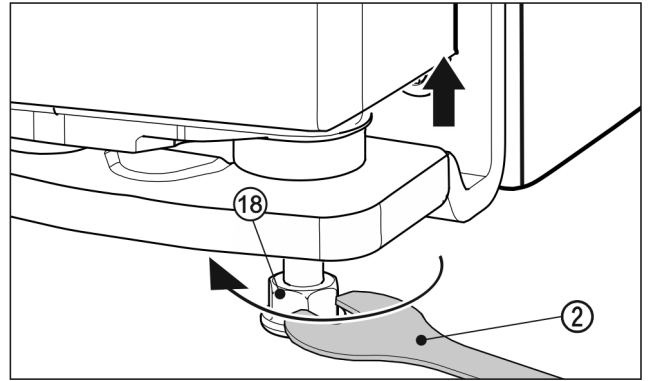

Fig. 23
- ▶ Zum Anheben der Tür den Stellfuß Fig. 23 (18) mit dem beiliegenden Gabelschlüssel Fig. 23 (2) rechtsherum bis Kontakt auf Fussboden herausdrehen. Dann weiter drehen bis die Tür in der Höhe verstellt ist. Im Auslieferungszustand ist der Lagerbolzen ganz eingedreht.